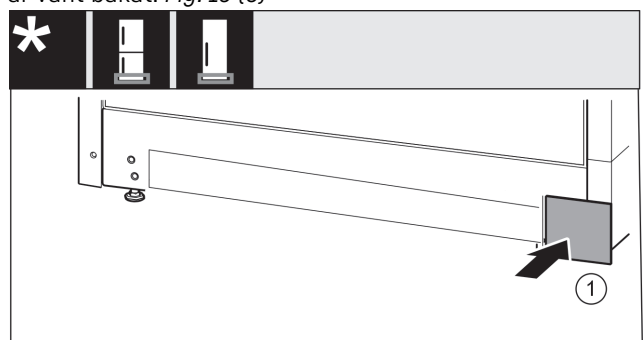

Fig. 14
- Sätt på täckplattan på den andra sidan igen. Fig. 14 (1)